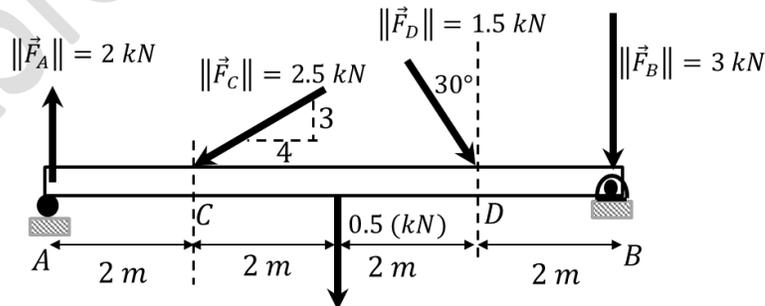

Fig. 3.17.
3.15.- Una viga de 0.5 kN se somete a varias fuerzas como muestra la Fig. 3.17. Determinar un sistema equivalente respecto del punto B y un sistema equivalente más simple respecto de A entre la fuerza aplicada en B y el peso de la viga.